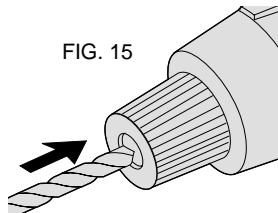

FIG. 15
5. Inserte las brocas grandes a través de la abertura de la cabeza del portabrocas (Fig. 15).